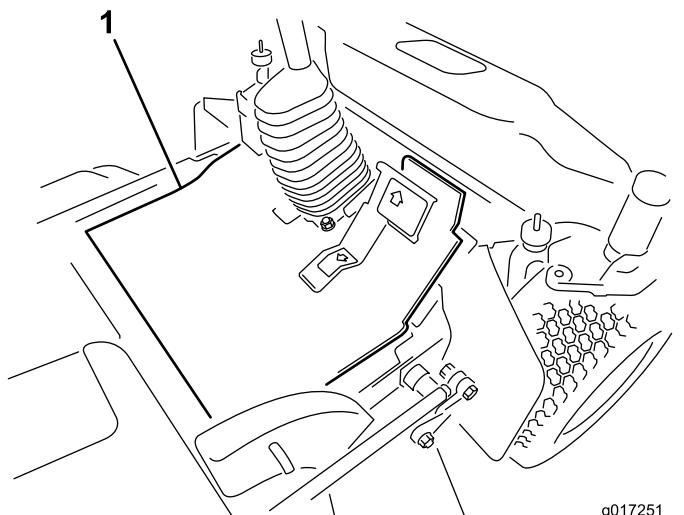

図 10
1. ブレーキペダルの上からフロアマットを被せ、マットについているスリットを使って、走行ペダルを取り囲むようにマットを敷く図10。